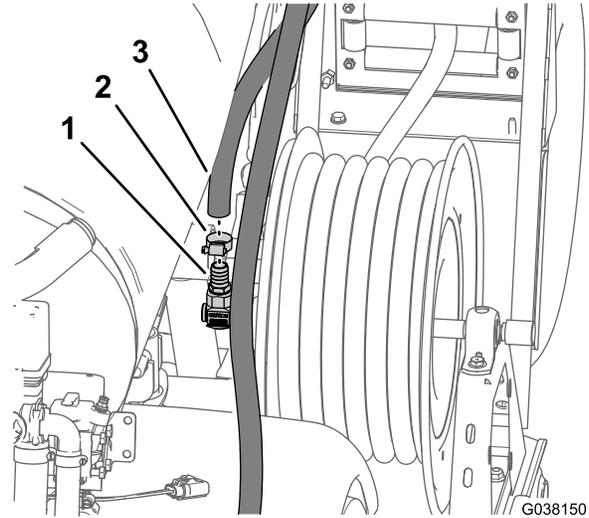

Figure 12
1. Retirez le collier qui fixe le flexible d'alimentation au raccord cannelé sur le pivot d'entrée du dévidoir (Figure 12).
2. Débranchez le flexible d'alimentation du raccord cannelé (Figure 12).